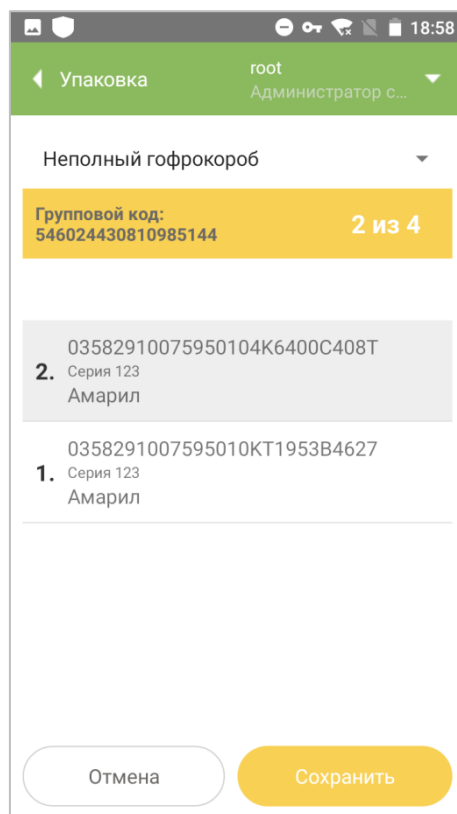

Рисунок 2.15
- 2.2.4. Просканировать индивидуальный код/коды упаковок (п. 1.5), которые нужно упаковать в гофрокороб (Рисунок 2.15). При сканировании индивидуальных кодов на экране отобразится: